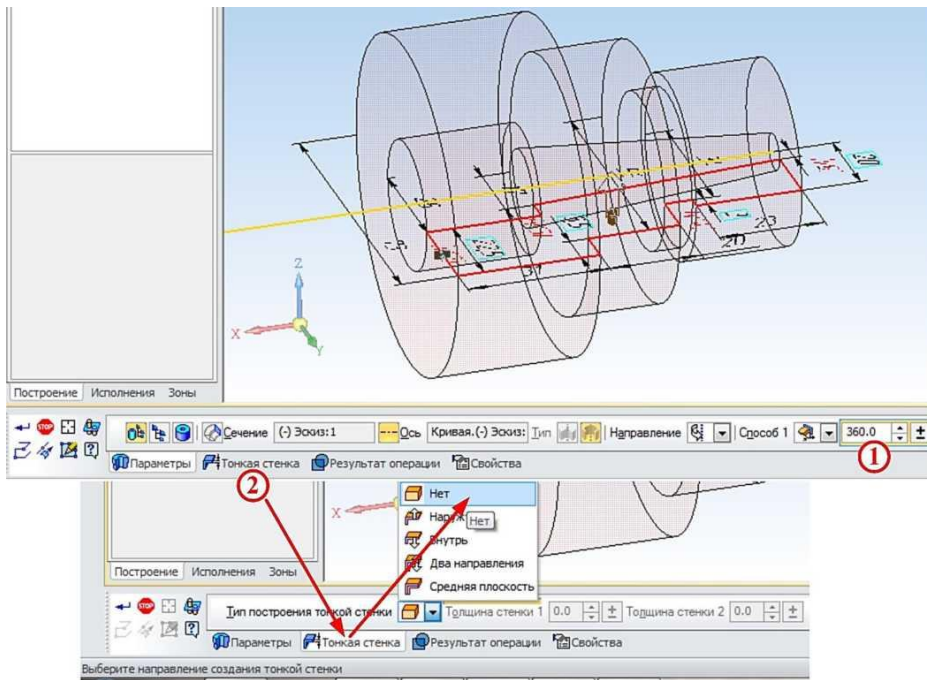

Рисунок 2.
2. Выйти из режима **Эскиз** и на панели инструментов **Компактная** нажать кнопку **Редактирование детали**. Далее на нижней части панели на расширенной вкладке нажать кнопку **Операция вращения** и убедиться, что в панели свойств задан угол поворота эскиза **I** (360°) и выключена опция **Тонкая стенка 2**, рис. 2.